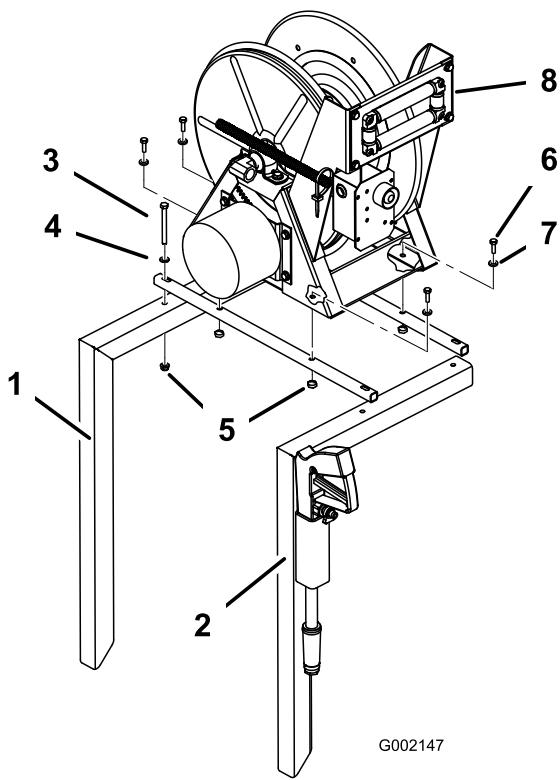

Figura 5
- Instale los 2 tubos de montaje del carrete de la manguera en la parte superior de los soportes del carrete (Figura 5) usando 4 pernos (5/16 x 3-1/4 pulgadas), 4 arandelas (diámetro exterior 11/16 pulgada) y 4 tuercas con arandela prensada (5/16 pulgada). No apriete del todo las fijaciones para poder ajustar la posición más tarde.
6. Instale el conjunto del carrete de la manguera en los tubos de montaje del carrete (Figura 5) usando 4 pernos con arandela prensada (5/16 x 1-1/2 pulgadas), 4 arandelas (diámetro exterior 7/8 pulgada) y 4 tuercas con arandela prensada (5/16 pulgada). No apriete del todo las fijaciones para poder ajustar la posición más tarde.